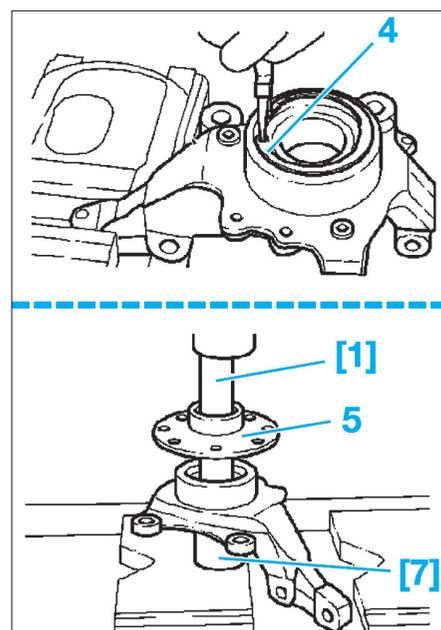

FIG. 12
Monter un clip (4) de maintien neuf sur le pivot (Fig.12).
- À la presse et en prenant appui sur la bague intérieure du roulement à l'aide de l'outil [7], engager le moyeu (5) dans le pivot jusqu'en butée avec l'outil [1].